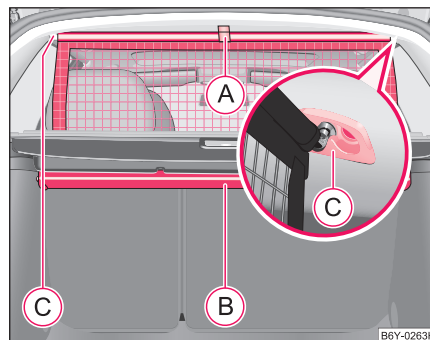

Fig. 57 Desfășurarea peretelui de plasă despărțitor
- Trageți peretele despărțitor de clapa **A** din carcasa **B** în direcția suportilor **C** ⇒ Pagina 74, Fig. 57.